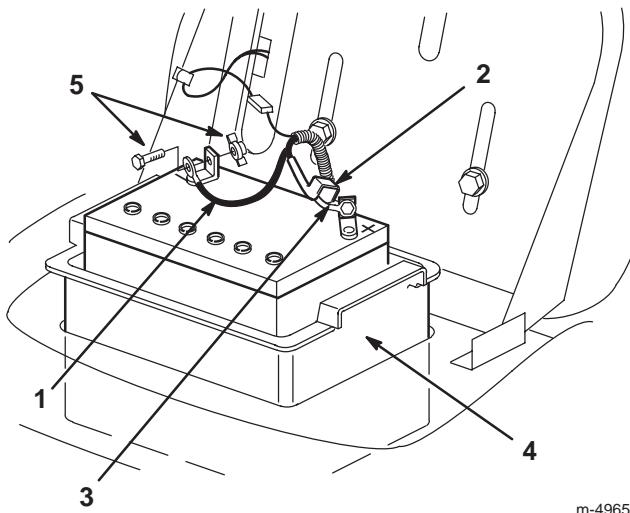

Figure 16
- Débranchez le câble négatif (noir) de mise à la masse de la borne de la batterie (Fig. 16).
- Connectez le câble négatif (noir) à la borne négative (-) de la batterie à l'aide du boulon et de l'écrou papillon (Fig. 16).
- Débranchez le câble positif (rouge) de la borne de la batterie (Fig. 16).
- Déposez le bac de la batterie et la batterie du châssis (Fig. 16).
- Placez le compartiment de la batterie et la batterie dans le châssis (Fig. 16).
- Connectez le câble positif (rouge) à la borne positive (+) de la batterie à l'aide du boulon et de l'écrou papillon (Fig. 16).